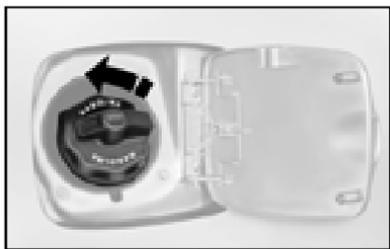

fig. 84
- segure a tampa e gire a chave no sentido anti-horário; prossiga girando a tampa fig. 84 até o seu completo desalojamento;